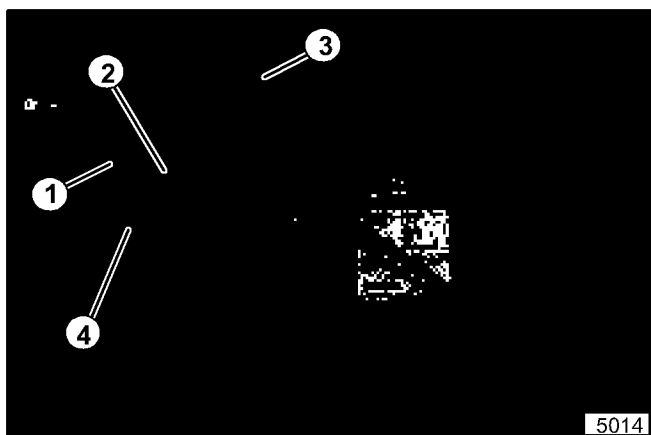

Abbildung 11. Drosselkabel an der Vorderseite des Motors
18. Den Draht des Gaszugs mit dem Hebel der Drosselklappe verbinden und das Kabel an der Drosselplatte vorn am Motor ankleben (siehe Abbildung 11).
19. Den Schaltdraht an die Elektrode hinter der Drosselplatte anschließen (am gegenüberliegenden Ende der Elektrode, an der Schaltdraht angeschlossen ist. Siehe Abbildung 11).
20. Das Drosselkabel wie Abbildung 11 dargestellt an der Vorderseite des Motors festkleben.